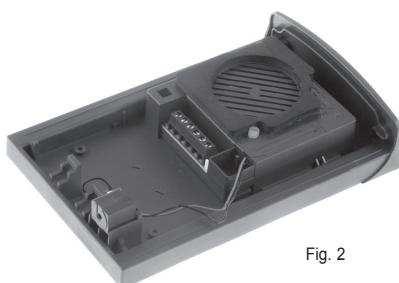

Fig. 2
- Inserire il microfono nel lato destro della testata inferiore del telaio serie 8000. Nella testata sono ricavate due lamelle dove inserire il microfono (Fig. 2).
- Insérer le microphone dans le côté droit de la tête inférieure du châssis série 8000. Dans la tête il y a deux lamelles où insérer le microphone (Fig. 2).
- Inserir o microfone no lado direito do topo inferior do caixilho série 8000. Neste topo existem duas tiras para aplicar o microfone (Fig. 2).
- Insert the microphone on the right hand side of the frame (8000 Series) lower head. On the head there are two locks where to insert the microphone (Fig. 2).
- Das Mikrofon auf die Rechtenseite des Untererkopfs des Rahmens Baureihe 8000 einstecken. Es sind zwei Lamellen auf dem Kopf um das Mikrofon einzustellen (Fig. 2).